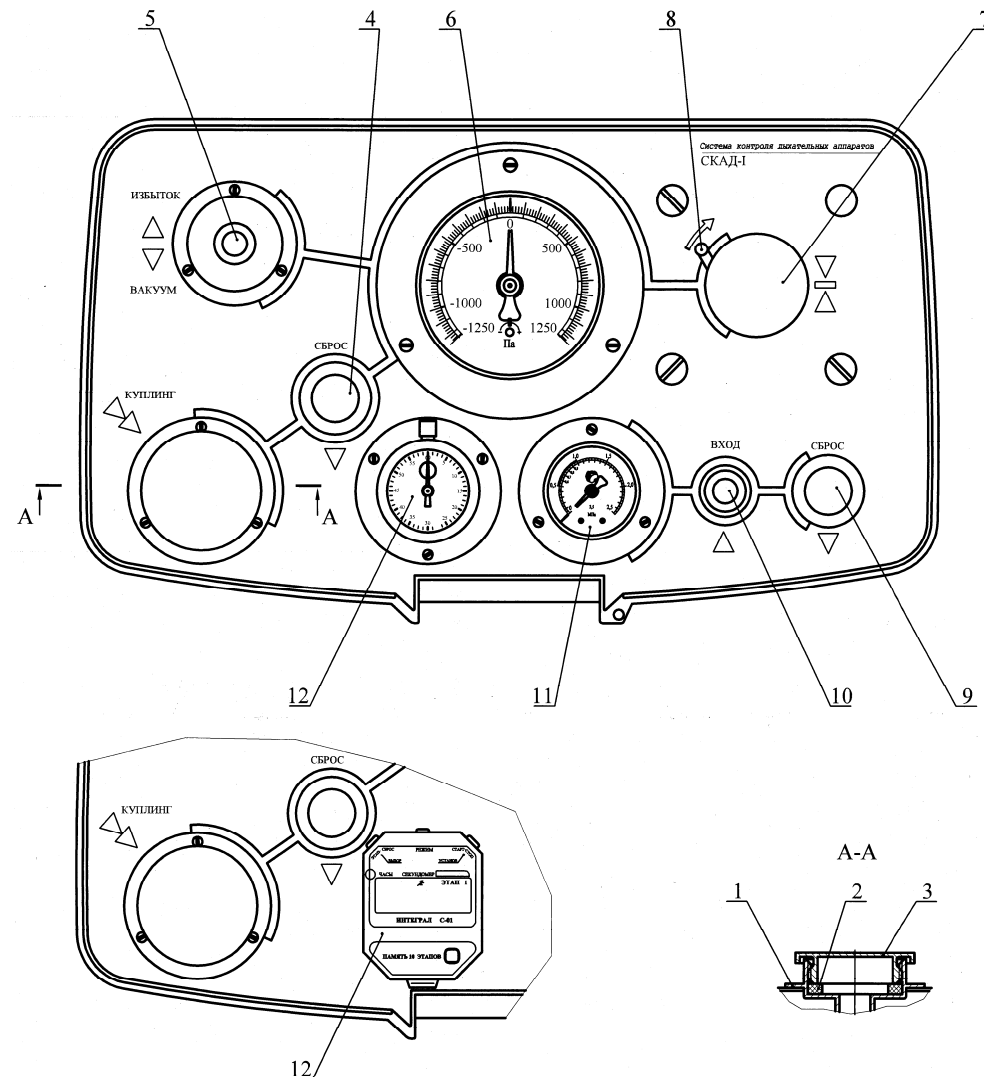

Рис. 2 Панель управления системы
3.4 Для более быстрого сброса давления в блоке низкого давления вместо кнопки сброса 4 (рис. 2) допускается использовать рычаг переключения 5, переводя его в любое из положений ("избыток" или "вакуум").
На панели управления (рис. 2) размещены присоединительная муфта 1 с уплотнительной прокладкой 2 и заглушкой 3, кнопка сброса избыточного (или вакуумметрического) давления 4, рычаг переключения «избыток - вакуум» 5, мановакуумметр 6, кнопка насоса 7, кнопка сброса редуцированного давления 8, быстроразъемное соединение (БРС) 9, манометр редуцированного давления 10. На быстроразъемное соединение надет защитный колпак.
Секундомер предназначен для контроля времени при проведении проверок. Секундомер СОПр-2а-2-010 «Агат» механический установлен непосредственно в корпусе контрольно-измерительного блока. Секундомер «Интеграл С-01» - электронный, работающий от элемента питания, имеет магнитное основание и может устанавливаться в любом удобном пользователю месте. На рис. 2 секундомер показан установленным на панели контрольно-измерительного блока.